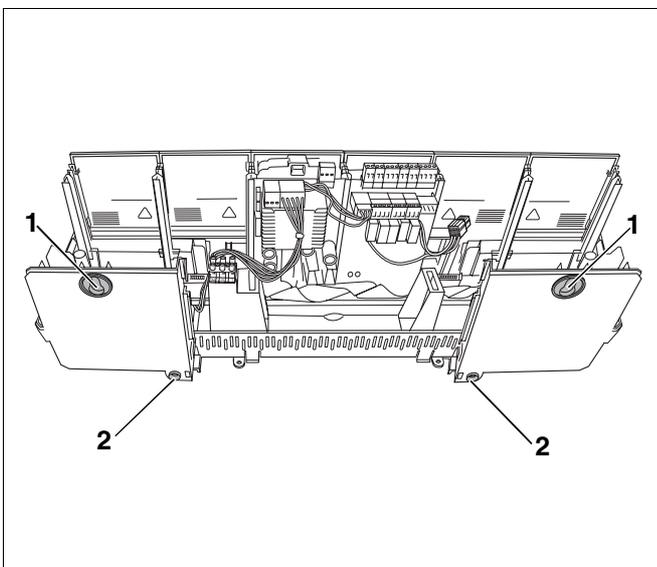

Abb. 3 Rückseite Regelgerät, Befestigungen
- Die beiden oberen Befestigungsösen des Regelgerätes mit dem Schraubenzieher durchstoßen (Abb. 3, **Pos. 1**).
- Mit den mitgelieferten vier Schrauben das Regelgerät an der Wand festschrauben (Abb. 3, **Pos. 1 u. 2**).